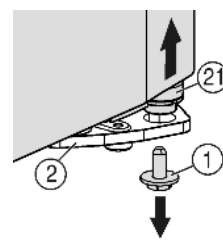
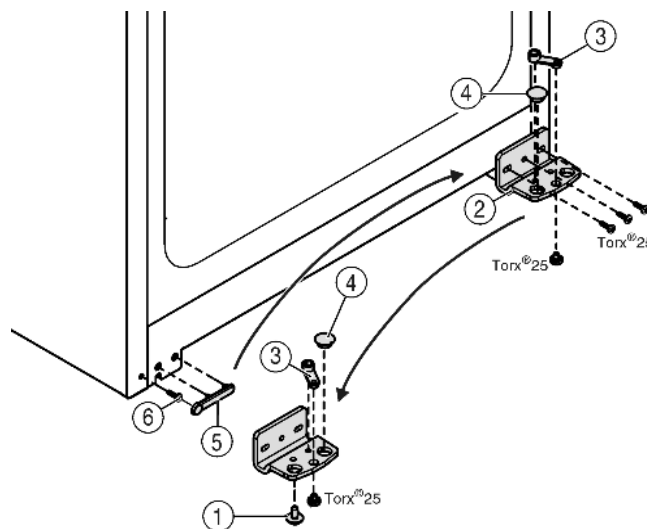

Fig. 4
Fig. 5
- ▶ Внизу справа на опорном кронштейне выкрутите фиксирующий винт Fig. 4 (1).
- ▶ Опорный палец Fig. 4 (21) можно извлечь из опорного кронштейна Fig. 5 (2).
- ▶ Если установочный винт Fig. 4 (21) не откручивается, его можно вынуть, нажав на него снизу.
- ▶ Открутите опорный кронштейн Fig. 5 (2).
- ▶ Открутите опорную деталь Fig. 5 (3) и, переставив в отверстие на противоположной стороне опорного кронштейна, снова прикрутите.
- ▶ Извлеките заглушку Fig. 5 (4) из опорного кронштейна и переставьте ее в отверстие на противоположной стороне опорного кронштейна.
- ▶ Осторожно снимите крышку со стороны ручки Fig. 5 (5).
- ▶ Выкрутите болт Fig. 5 (6) и вкрутите на противоположной стороне.
- ▶ Снова установите крышку Fig. 5 (5).
- ▶ Снова прикрутите опорный кронштейн Fig. 5 (2) на новой стороне шарнира (с моментом 4 Нм). При необходимости используйте аккумуляторный шуруповерт.
- ▶ Вкрутите фиксирующий винт Fig. 4 (1) внизу в опорный палец и затяните (с моментом 4 Нм).